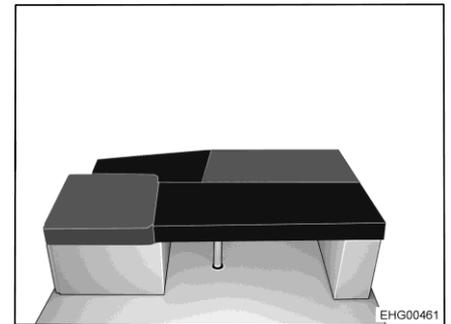

Bild 161 Nach dem Umbau
- Rechteckiges Zusatzpolster auf den Tisch legen (siehe Bild 161).
- Dreieckiges Zusatzpolster zwischen Seitensitz und Einzelbank auf die lange Bettverbreiterung legen (siehe Bild 161).